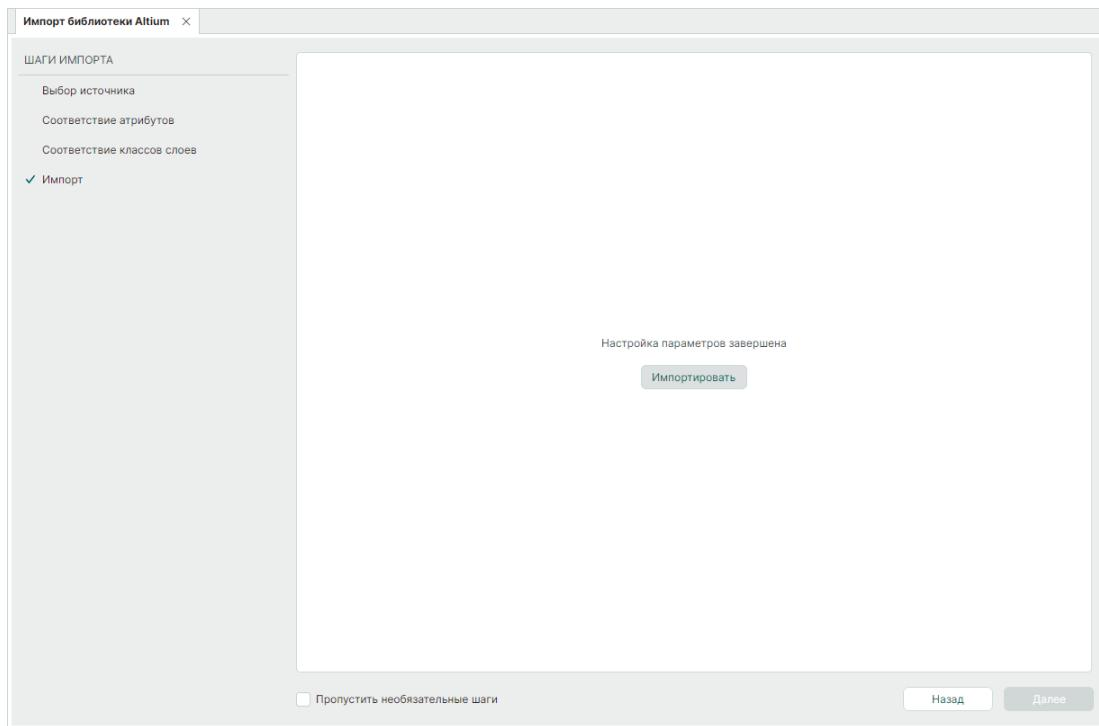

Рис. 11 Запуск импорта
6. Для запуска процесса импорта нажмите «Импортировать», см. Рис. 11.